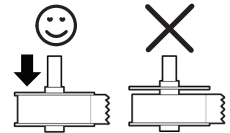

Abbildung 6
- Die Spulensführung muss bündig gegen die Etikettenrolle gedrückt werden, so dass kein Hohlraum entsteht. Siehe Abbildung 6.
- 5 Schieben Sie die Spulenführung auf die rechte Seite der Spule und drücken Sie die Führung fest gegen die Seite der Etikettenrolle, so dass **kein Spalt** zwischen Rolle und Spule erkennbar ist. Siehe Abbildung 6.